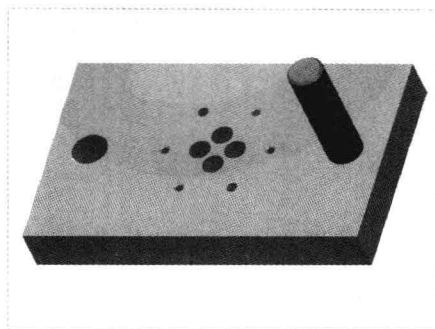

图 11-52 图形文件
Step 01 按【Ctrl+O】组合键，打开图形文件，如图 11-52 所示，在“功能区”选项板的“模